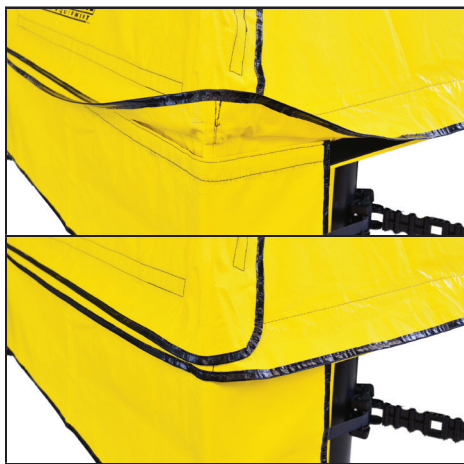

Figura 16: Solapa de la cubierta expuesta y luego cerrada
- Voltee la solapa de la cubierta de una esquina a la otra del lado que se encuentra sobre las tomas de electricidad (Figura 16).
- Los lados izquierdo y derecho de la funda eléctrica tienen un leve ángulo hacia arriba respecto del cuerpo principal de la funda. El ángulo comienza a unas 6 pulgadas (15.24 cm) de cada lado y se corresponde a la respectiva esquina de la Storm Shield. Primero presione cualquiera de las esquinas (Figura 16), y después cubra con la sección de 6 pulgadas el lado adyacente del panel eléctrico y presione de manera firme. Luego, presione el cuerpo principal de la funda sobre el panel eléctrico con la otra esquina, y luego cubra ese borde alrededor del lado adyacente y presione de manera firme.
- Baje la solapa por encima de la funda eléctrica (Figura 16).